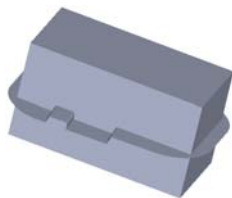

图 10.7.9 切削分割
Step4. 单击“切削分割”对话框中的 按钮，完成切削分割的创建，如图 10.7.9 所示。